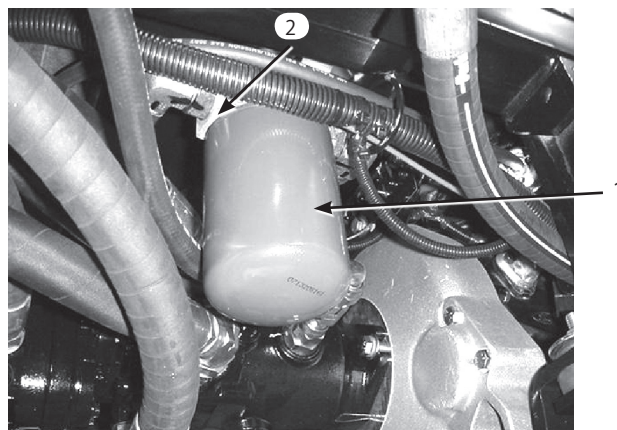

図42
2. フィルタ取り付け部の周辺をウェスできれいにぬぐう (図42)。
4. フィルタを外す (図42)。
5. 新しいフィルタのガスケットにオイルを塗る (図42)。